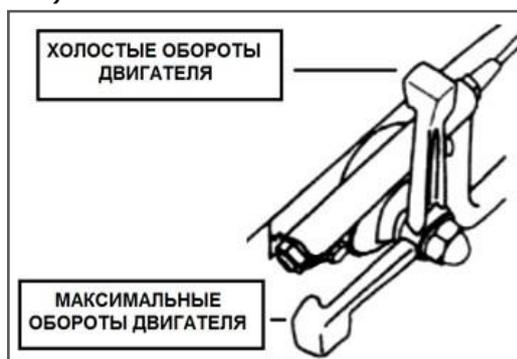

Рис.11 Рычаг газа
4. Переведите рычаг газа на 1/3 хода в сторону положения максимальных оборотов двигателя (Рис. 11).
1. Переведите двигатель в режим холостого хода, для этого переведите рычаг газа в положение холостых оборотов двигателя (Рис. 11).